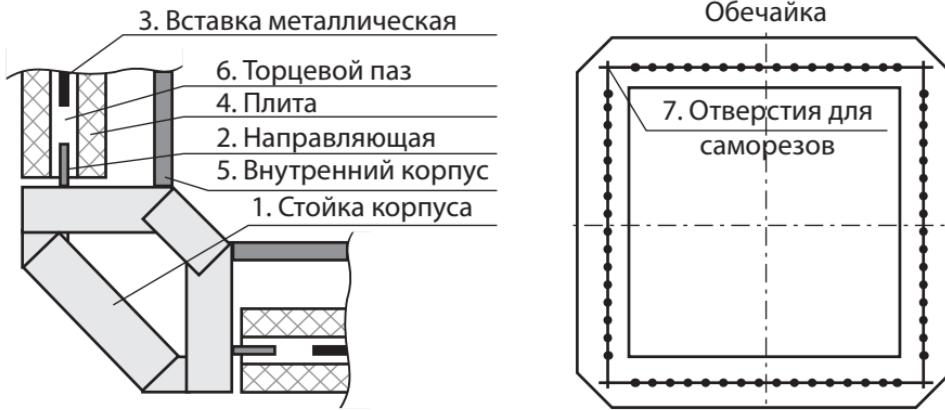

Рис. 2 Установка плит для ЭНУ «Премьера М» в облицовке из натурального камня
2.1.2.6 Для ЭНУ «Премьера М» в облицовке из натурального камня, установить плиты (рис.2, поз. 4) торцевыми пазами (рис. 2, поз. 6) в направляющие (рис. 2, поз. 2) стоек наружного корпуса, фиксируя плиты между собой металлическими вставками (рис. 2, поз. 3). Надеть обечайку и закрепить её саморезами (рис. 2, поз. 7).